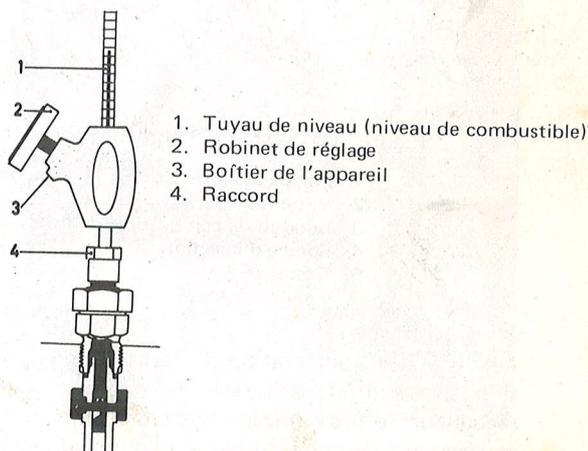

Figure 43. Contrôle du niveau (tuyau capillaire)
2. Tourner le moteur dans le sens normal de rotation jusqu'à ce que le tube de niveau, voir figure 43, soit rempli de combustible débarrassé de bulles d'air.